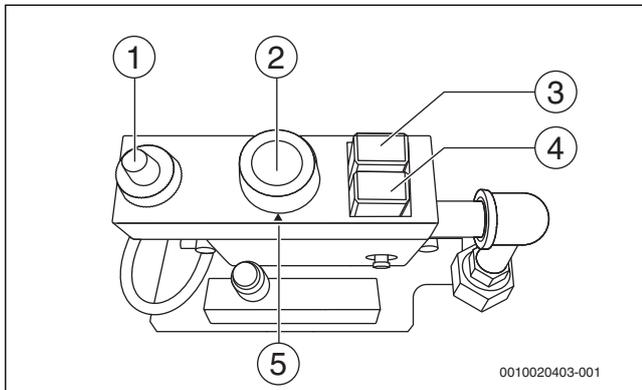

Bild 21 Armatur SIT-Minisit-Plus
- ▶ Regelknopf (→ Bild 21, [2]) auf der Gasarmatur auf ★ stellen.